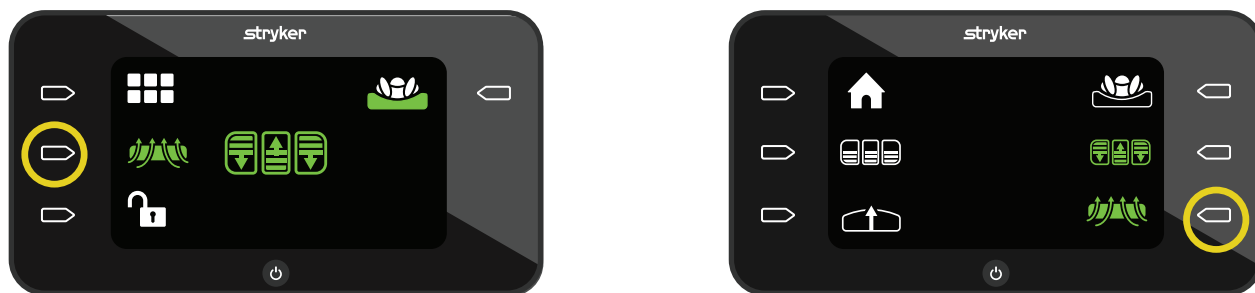

Figura 37 – LAL ligado
2. Para desligar o LAL, prima o botão de **Ação** perto do ícone de **LAL ligado** (Figura 37).